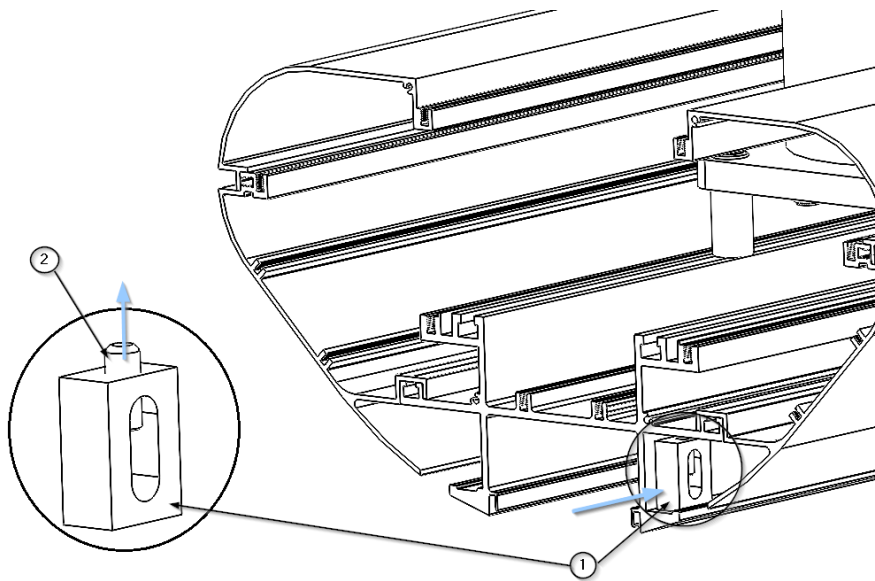

Abb. 14 Einstellung der Endlagen der Verschiebung.
- Setzen Sie den Elementwagen so ein, dass die Lager ② auf der Führung in der Mitte des Hauptkörpers ① aufliegen, wie in Abbildung 14 dargestellt.